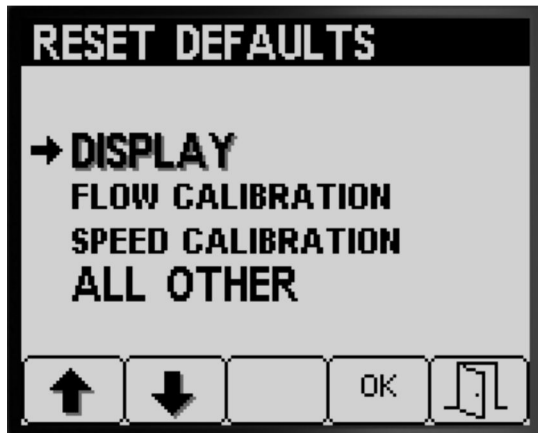

图 35
4. 按 4 号按钮可重置选定选项的设置图 35。
5. 对您想要重置的其他选项重复步骤 3 和 4图 35。
6. 按 5 号按钮可保存设置退出 RESET DEFAULTS 重置为默认值屏幕然后返回至 SETTINGS 设置屏幕图 35。